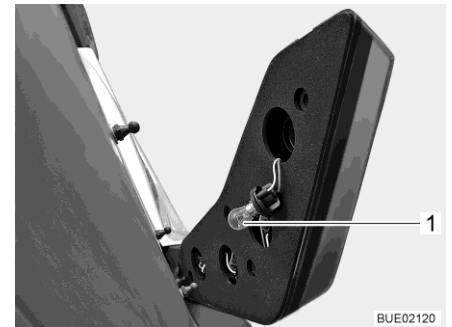

Bild 167 Bakkbelysning
- Ta tag i borrhålen på husets baksida. Vrid sockeln (Bild 167,1) (bajonett-lås) och dra ur den. Exempel med bromsljus visas.